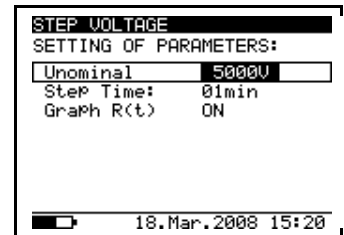

Fig. 25. Opsætningsmenu (Set-up menu) i rampespændingstest (Step Voltage Test)
1. Tryk på **SELECT** knappen for at se opsætnings (Set-up) menuen, se **Fig. 25**.